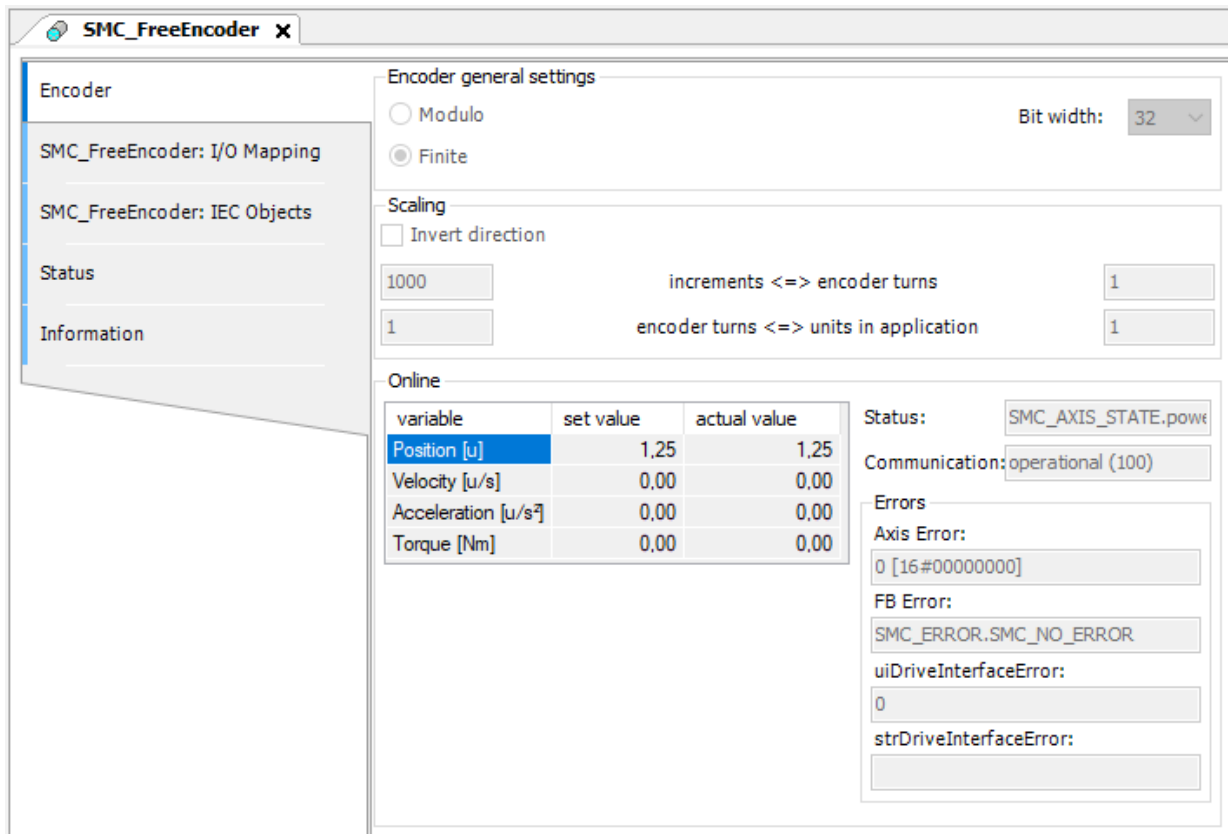

Figura 5.12: Monitorando encoder.
- Abra as configurações do **SMC\_FreeEncoder** na aba **Encoder**, como apresentado na Figura 5.12.